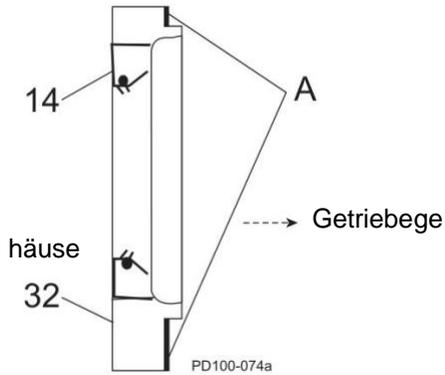

Abbildung 58 - Montage der Lageraufnahme
18. Überziehen Sie die Flansche der Aufnahmen mit Silikonschmierstoff (Abbildung 58, Pos. A). (bei silikonfreien Modellen kann Gore-Tex®-Dichtungsband verwendet werden.) Die Schmierstoffdichtung (Pos. 14) ist bündig mit der Vorderseite der Lageraufnahme. Bei den Modellen 030 liegt die Schmierstoffdichtung an der Stufe im Innenumfang der Aufnahme an.
19. Montieren Sie die Lageraufnahmen (Abbildung 58, Pos. 32).